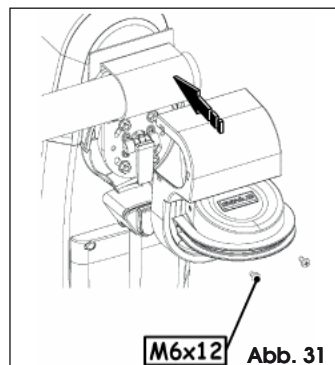

Abb. 31
- Die Entriegelungsabdeckung laut Darstellung in Abb. 31 positionieren und mit den im Lieferumfang enthaltenen Schrauben fixieren.